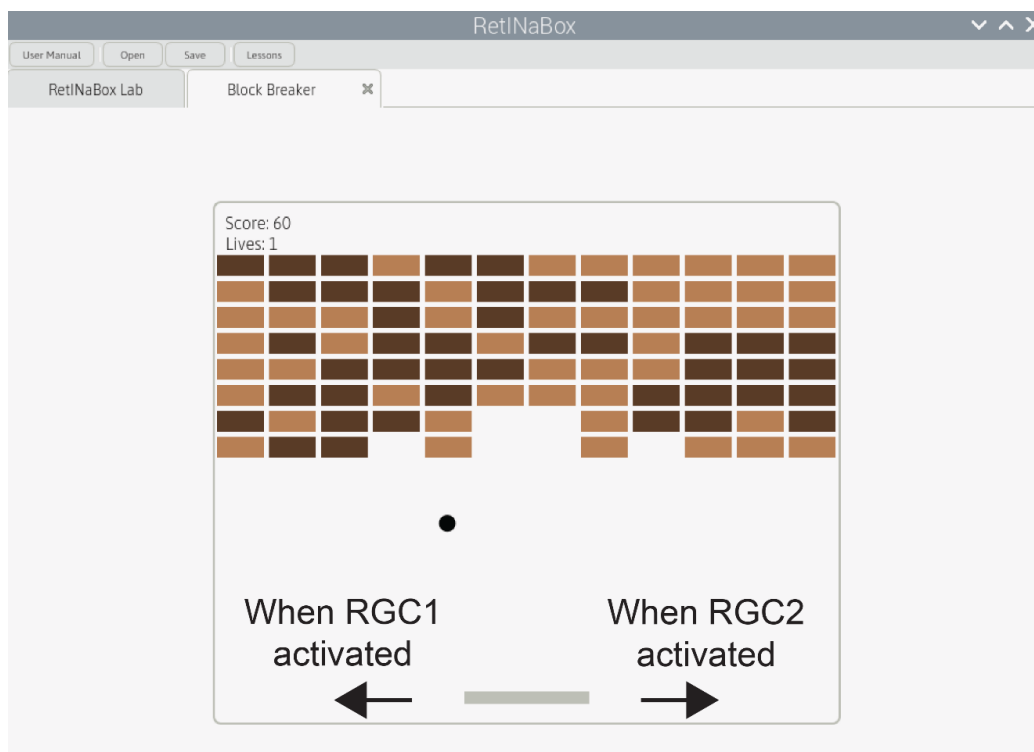

Рисунок 42. Игра «Разбей кирпичи», относящаяся к Уроку 3.
1. В Уроке 3, после генерации ганглиозных клеток, реагирующих на движение влево и вправо, пользователям предлагается открыть игру «Разрушитель блоков» (доступ через вкладку «Уроки» в строке меню). Это откроет игру (**Рис. 42**). При запуске игры автоматически загораются все светодиоды стимуляции на РетнаБокс.